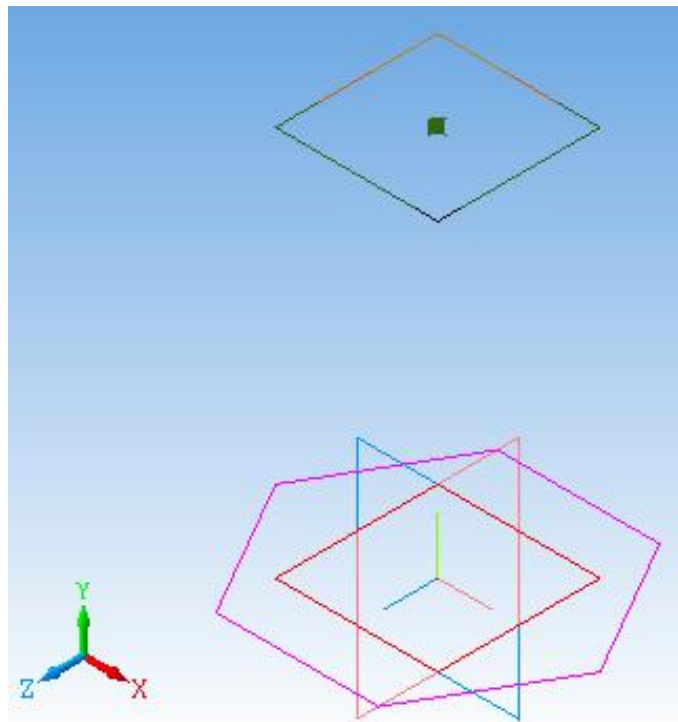

Рис. 6.3
5. На *Інструментальній панелі* вибрати вікно  *Допоміжна геометрія*. У *Дереві побудови* клацнути по площині *ZX*, зробивши її активною. Вибрати операцію  *Зміщена площина*. В *Панелі властивостей* задати відстань 120. З'явиться фантом площини, віддаленої від основної площини на відстань 120 мм (рис. 6.3). Зафіксувати команду натиснувши  *Створити об'єкт*.